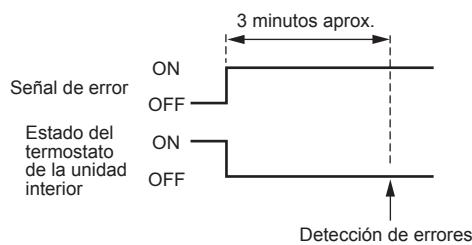

Fig. 5-7
- Estado de error: Señal de error encendida (contacto conectado) (ON)
③ Funcionamiento de la unidad interior en caso de entrada de señal de error (Fig. 5-7)